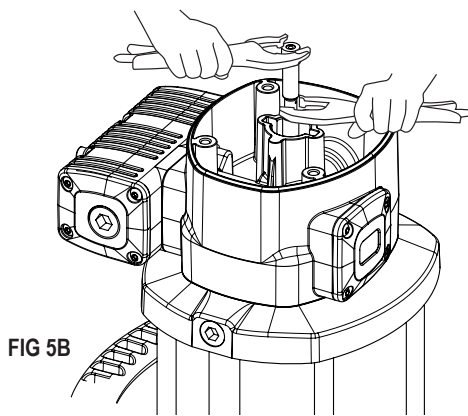

FIG 5B
1. Unscrew the bolts (2) and remove the cap (3).
2. Unscrew the sensor sleeve (4).
3. With a manual clamp on the nut (5), pull the rod (40) outwards until its central recess appears (fig. 5A). Then, with another manual clamp, grab the rod (40) on said recess to prevent sealing surface to be damaged, and unscrew the nut (5) (fig. 5B).
4. Remove o-ring (6) and ring (7), and replace them with new ones later.
5. Unscrew the bolts (55). Pull the motor body (13) outwards to free it along with bridle (36).
6. Take away the gasket (9) and replace its seals (8) and (10).
7. Unscrew the bolts (37) and split the motor (13) from the bridle (36). Take away the washer (32) and replace the seal (8).
8. Take away the cylinder (50) while carefully holding the air piston (45). Replace the piston seal (44).
9. Reassemble in reverse order, applying thread locker in screws (37), nut (5) and sensor sleeve (4).
1. Skruva bort skruvarna (2) och ta bort locket (3).
2. Skruva bort sensorhylsan (4).
3. Använd en polygrip för att hålla fast muttern (5), dra axeln (40) uppåt tills en avsmalning i axeln blir synlig (fig 5A). Använd ytterligare en polygrip och fatta runt avsmalningen i axeln för att undvika skador på tätningsytorna på axelns större diameter, och skruva sedan bort muttern (5) (fig 5B).
4. Ta bort o-ringen (6) och ringen (7) och byt ut mot nya senare.
5. Skruva bort skruvarna (55). Dra bort luftmotorns hus (13) tillsammans med adapterplattan (36).
6. Ta bort hylsan (9) och byt tätningarna (8) och (10).
7. Skruva bort skruvarna (37) och dela luftmotorn (13) från adapterplattan (36). Ta bort brickan (32) och byt ut tätningen (8).
8. Ta försiktigt bort luftcylindern (50) samtidigt som man håller i luftkolven (45). Byt ut luftkolvens o-ring (44).
9. Montera i omvänd ordning, applicera låsvätska på skruvarna (37), muttern (5) och sensorhylsan (4).